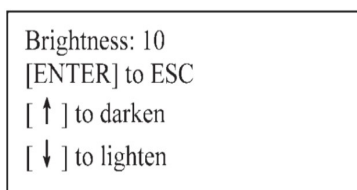

Abbildung 38
- Drücken Sie „←“, um in das Menü zur Einstellung der Display-Helligkeit zu gelangen, wie in Abbildung 38 dargestellt.